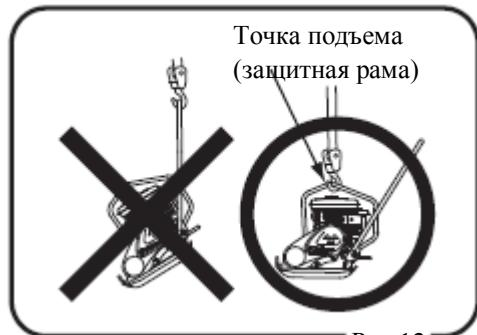

Рис.12
3. Зашептите крюк подъемного крана за предназначенную для подъема точку на защитной раме (рис. 12).